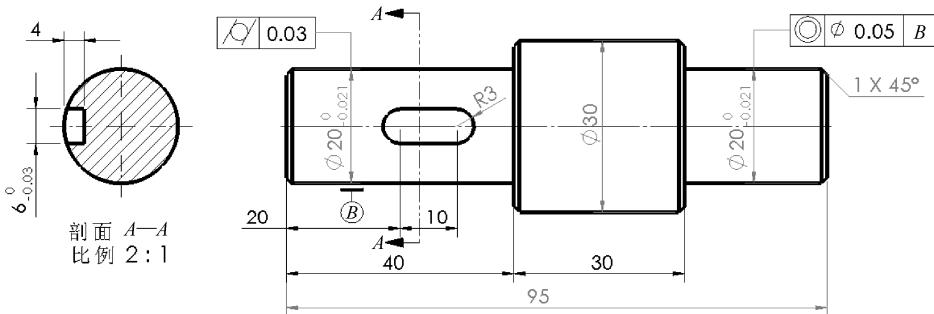

图 8-91 在工程图中标注形位公差
- 单击以放置符号，在工程图中标注形位公差，如图 8-91 所示。